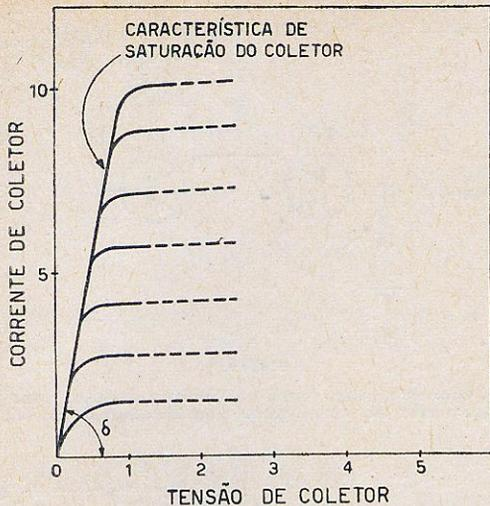

Figura 2
- I — durante o período de condução o transistor opera saturado, apresentando à passagem da corrente a "resistência de saturação". O valor desta última depende do tipo de transistor empregado, variando entre 10 e 70 ohms nos tipos mais comuns. A linha que representa a resistência de saturação do coletor está assinalada no diagrama da figura 2; o seu valor é dado pela tangente trigonométrica do ângulo.